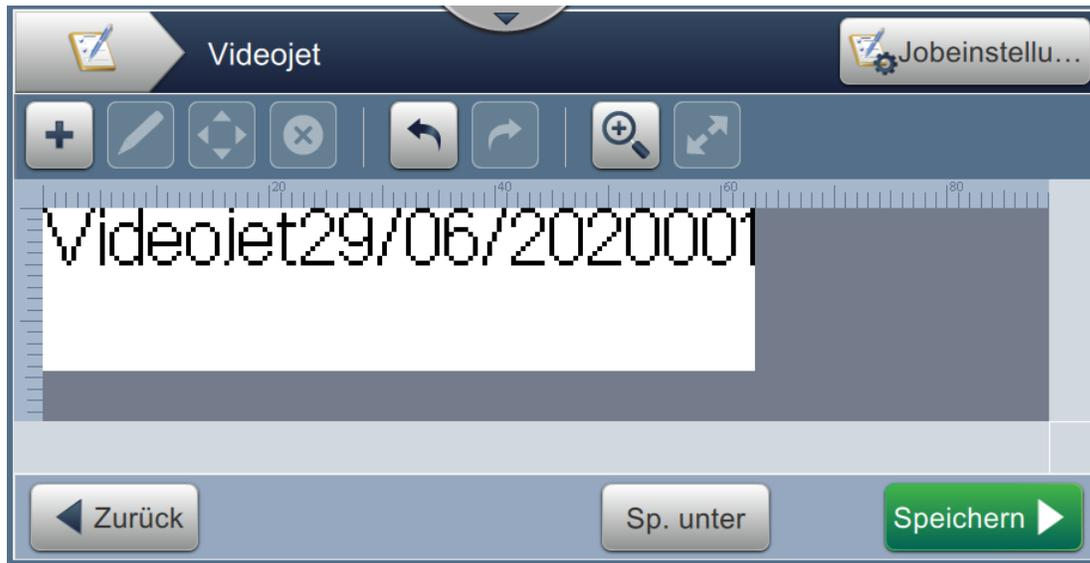

Abbildung 5-19: Beispielnachricht.
Im Abschnitt unten enthält der Benutzer Anweisungen zum Anlegen eines neuen Auftrags (siehe Abbildung 5-19) mit den folgenden Feldern:
10. Wählen Sie das Feld aus und ziehen Sie es mithilfe von Drag-and-Drop an die gewünschte Stelle oder verwenden Sie dazu die Schaltfläche  (siehe Abbildung 5-19 auf Seite 5-38).
22. Wählen Sie das Feld aus und ziehen Sie es mithilfe von Drag-and-Drop an die gewünschte Stelle oder verwenden Sie dazu die Schaltfläche  (siehe Abbildung 5-19 auf Seite 5-38).
30. Wählen Sie das Feld aus und ziehen Sie es mithilfe von Drag-and-Drop an die gewünschte Stelle oder verwenden Sie dazu die Schaltfläche  (siehe Abbildung 5-19 auf Seite 5-38).